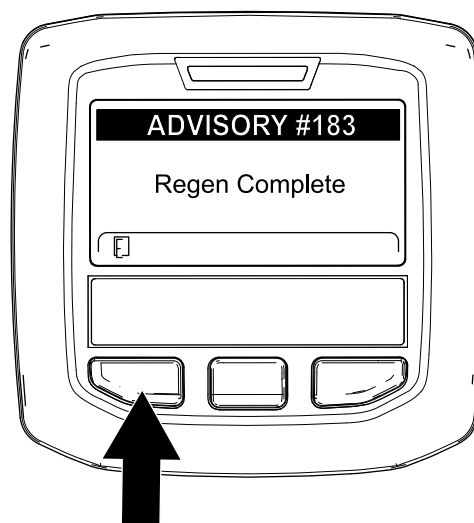

Figure 56
- Quand le calculateur moteur achève une régénération en stationnement ou une d'urgence, l'InfoCenter affiche l'AVIS N° 183 (Figure 56). Appuyez sur le bouton gauche pour revenir à l'écran d'accueil.
Remarque: Si la régénération échoue, l'InfoCenter affiche l'avis n° 184 (Figure 56). Appuyez sur le bouton gauche pour revenir à l'écran d'accueil.